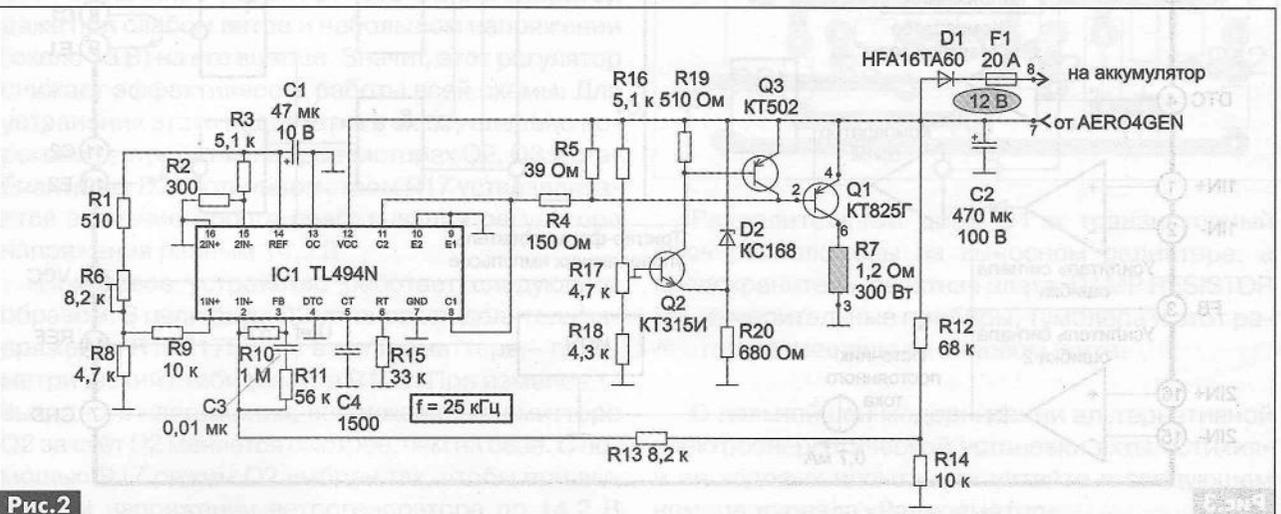

Рис. 2
Основное назначение регулятора напряжения – ограничение максимального напряжения на аккумуляторе при зарядке значением 14,4 В, что обеспечивает его долговечность. Принципиальная схема регулятора напряжения показана на рис. 2. Он представляет собой регулятор шунтового типа. Его регулирующий элемент (транзистор) включен параллельно нагрузке, в данном случае – параллельно аккумулятору. Регулятор напряжения ветрогенератора отличается также от аналогичных автомобильных регуляторов и тем, что не только ограничивает величину напряжения на аккумуляторе в процессе зарядки, но и при больших ветрах
- генератор пилообразного напряжения (ГПН), частота работы которого определяется номиналами резистора и конденсатора, подключенных к выводам 5 и 6. В схеме **рис.2** частота ГПН выбрана равной 25 кГц;